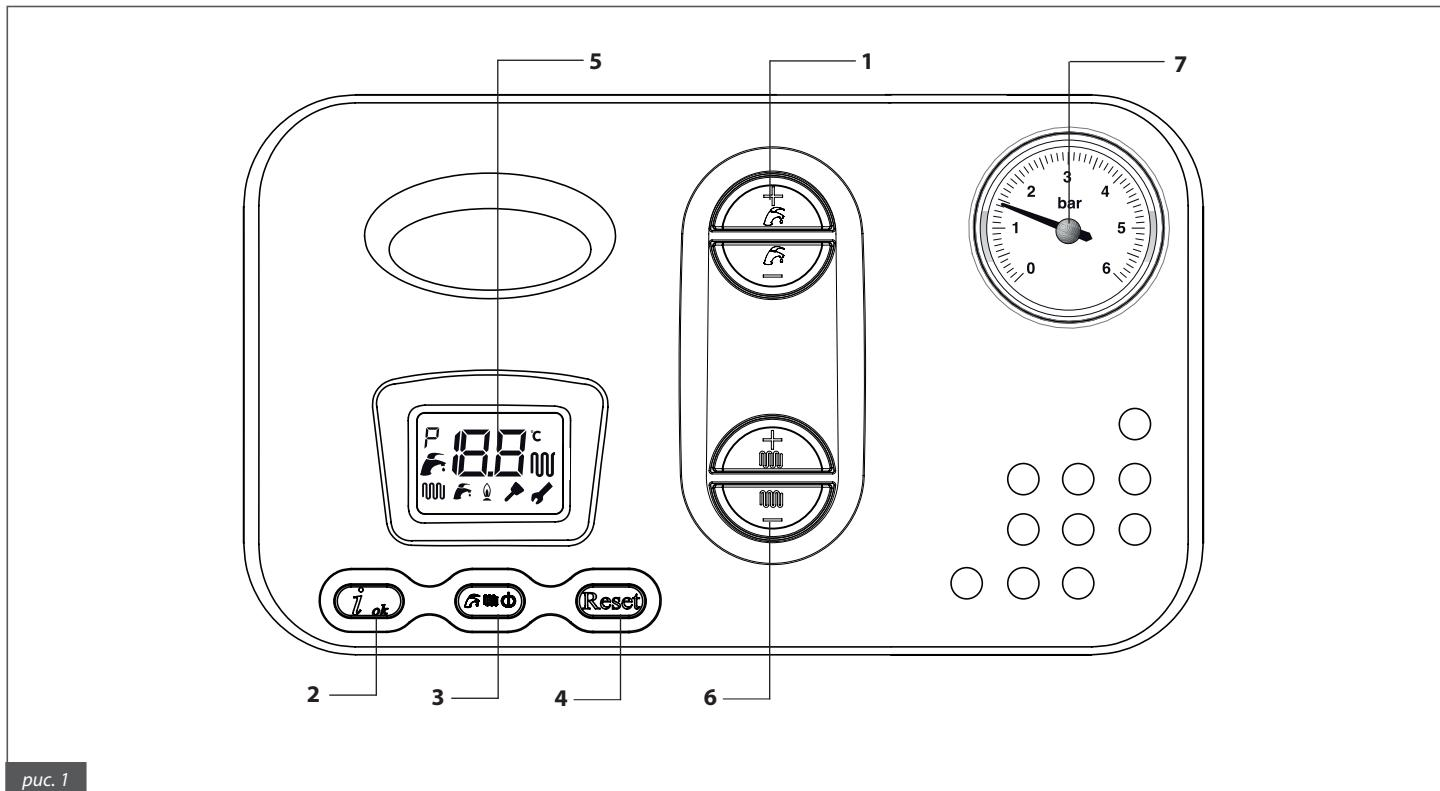

рис. 1
Мигает в процессе регуляции/выбора температуры ГВС с помощью кнопок **1** (рис. 1).
Мигает в процессе регуляции температуры контура отопления с помощью кнопок **6** (рис. 1).
- Выбрать режим работы котла с помощью кнопки 3 (рис. 1);
- Задать желаемую температуру теплоносителя в контуре отопления с помощью кнопок 6 (рис. 1);
- Задать температуру ГВС с помощью кнопок 1 (рис. 1);